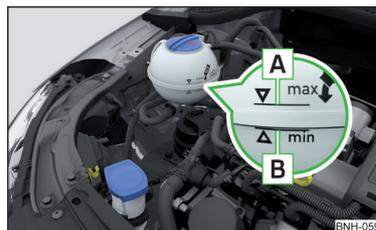

Abb. 155
Die Bezeichnung des Kühlmittels ist auf dem Kühlmittelausgleichsbehälter aufgeführt » Abb. 155 auf Seite 155.
- Das Kühlmittel nicht über die Markierung **A** auffüllen » Abb. 155 auf Seite 155.
**Kühlmittelausgleichsbehälter** » Abb. 155
➤ Den Kühlmittelstand am Kühlmittelausgleichsbehälter prüfen » Abb. 155. ▶
Bei betriebswarmem Motor kann das Prüfergebnis ungenau ausfallen. Der Stand kann auch über der Markierung **A** » Abb. 155 liegen.